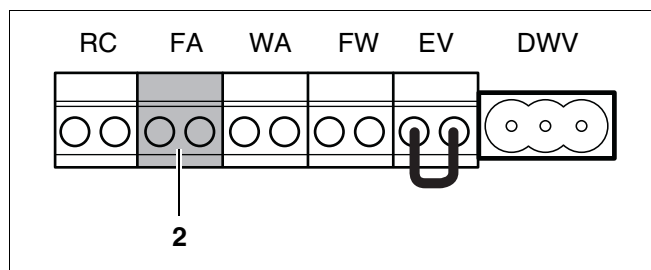

Рис. 31 Клеммник – датчик наружной температуры (цвет подключения синий)
- Подключить соответствующий датчик наружной температуры к синей клемме FA (рис. 31, поз. 2). Для этого следует использовать 2-жильный силовой кабель сечением 0,4 - 0,75 мм².